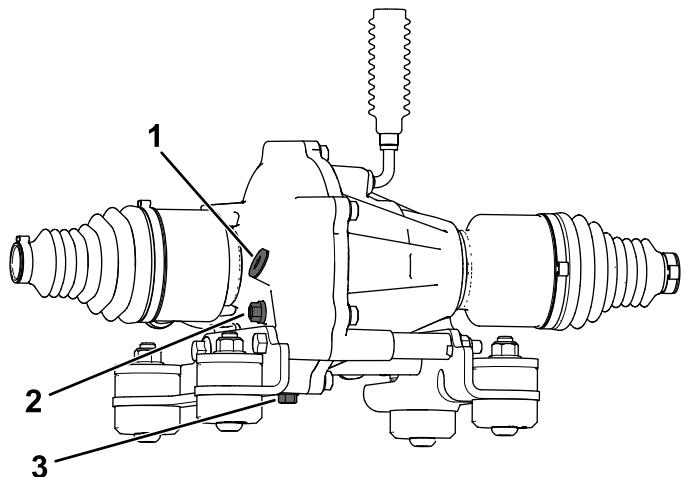

Figure 105
4. Retirez le bouchon de contrôle sur le différentiel avant (Figure 105).
5. Si le niveau d'huile est trop bas, vous devez ajouter l'huile spécifiée par l'ouverture du bouchon de contrôle (Figure 105).
4. Placez un bac de vidange sous le bouchon de vidange (Figure 105).
5. Retirez le bouchon de remplissage (Figure 105).
6. Enlevez le bouchon de vidange pour permettre à toute l'huile de s'écouler (Figure 105).